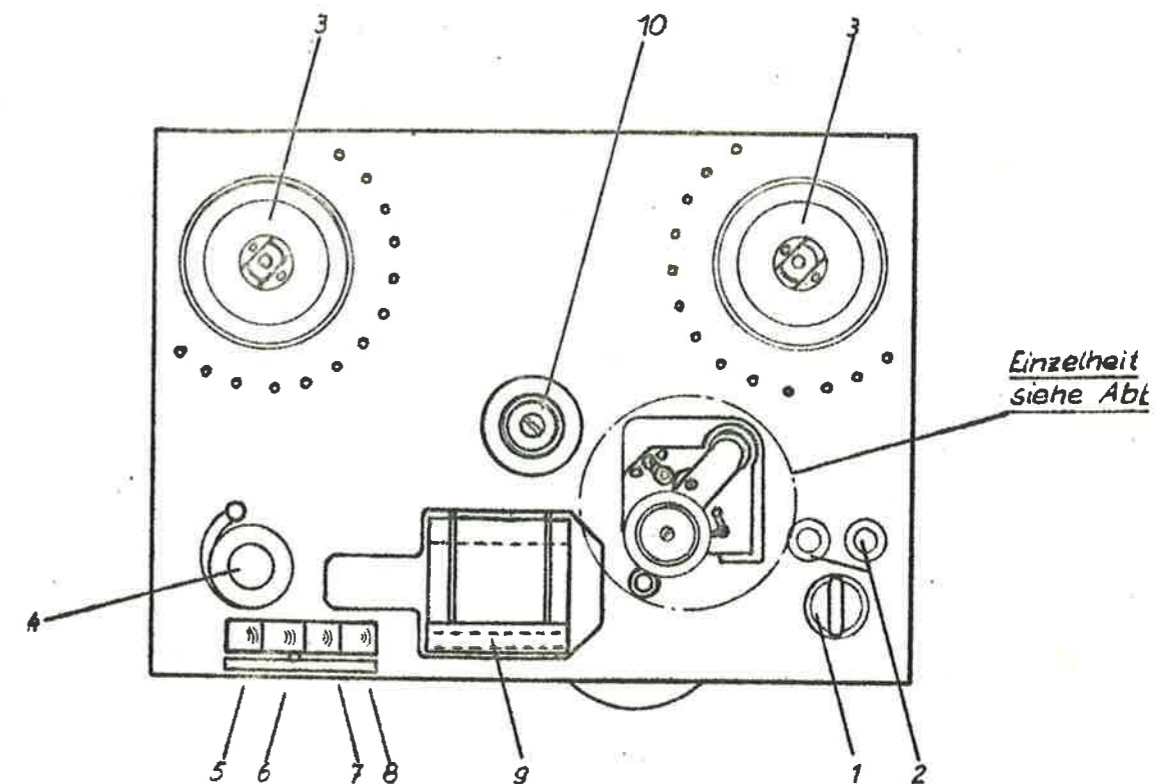

Abb. 1
- 26 Schwungmasse der Umlenkrolle Pos. 4 Abb. 1
Einzelheit aus Abb. 1